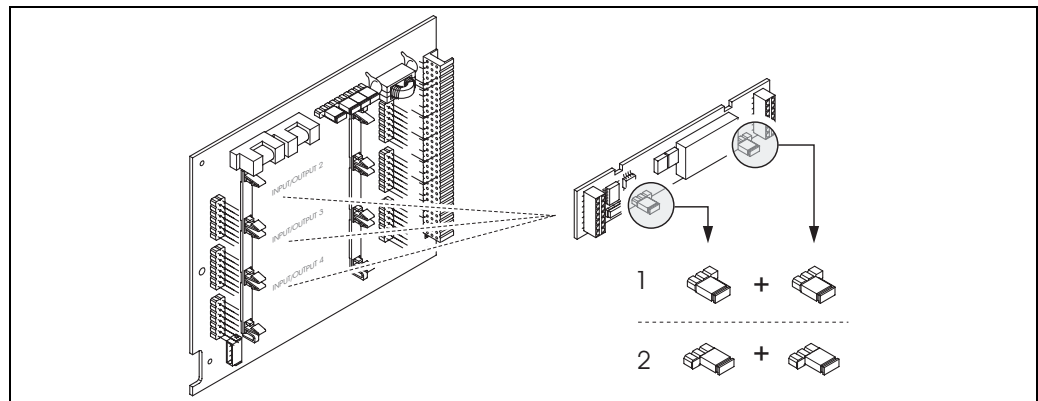

Fig. 41: Configurazione di contatti relè (NC / NA) sulla scheda di I/O flessibile (sottomodulo).
3. Installare i ponticelli → Fig. 41